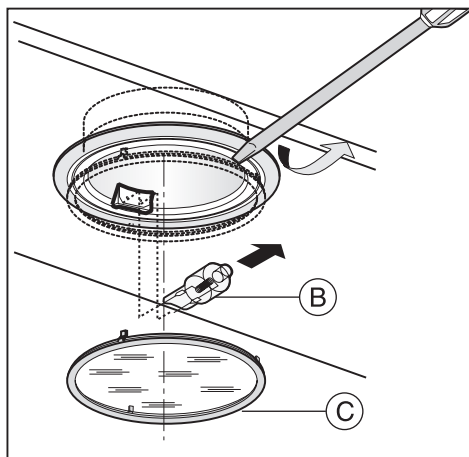

Fig.7
• Sostituzione delle lampade alogene (Fig.7):